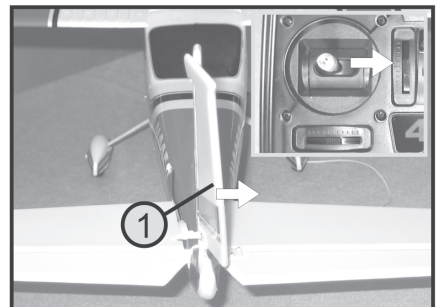

Figure 17c
- Si vous poussez, sur l'émetteur, le levier de commande de la gouverne de direction vers la droite, la gouverne de direction (1) doit braquer d'env. 1,5 cm vers la droite, voir figure 17c.